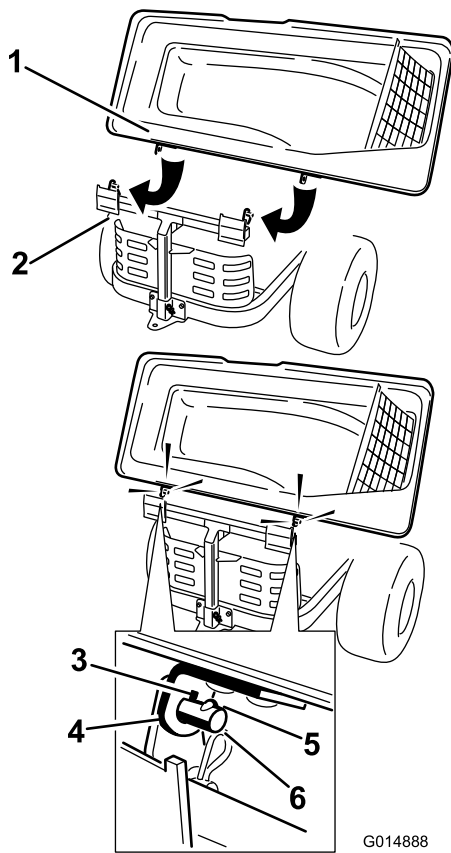

Bild 21
2. Drehen Sie die Abdeckung des Heckfangsystems, um die Schlüssellöcher in den oberen Halterungen des Heckfangsystems mit den Schlüsseln in den Pfosten am Rahmen des Heckfangsystems auszufluchten (Bild 21).